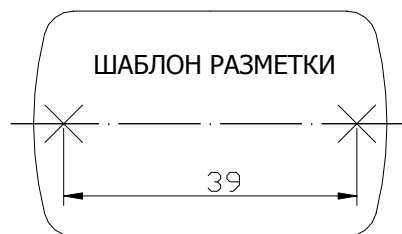

Рисунок 2
2.2 Монтаж. АР2 крепится двумя шурупами к стене (на рис.2 приведен шаблон разметки). Сопротивление проводов КЦ не более 100 Ом, сопротивление утечки, не менее 50 кОм.